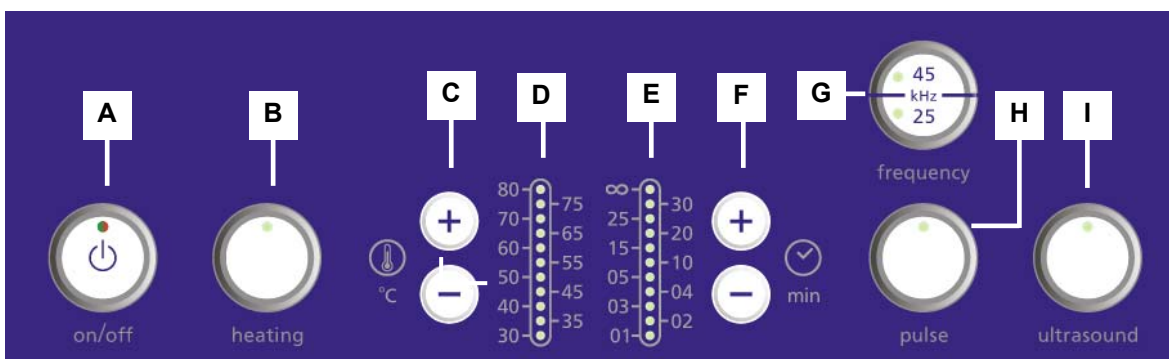

Fig. 4.10 Bedieningspaneel
1. Druk op schakelaar *aan/uit* (Fig. 4.10.A), de groene LED in de drukknop licht op.
2. Druk op schakelaar *verwarming* (Fig. 4.10.B), de groene LED in de drukknop licht op.
3. Stel de gewenste temperatuur in met de +/- drukknoppen (Fig. 4.10.C), de LED met de ingestelde temperatuur licht op. De verwarming is ingeschakeld en de actuele temperatuur wordt weergegeven door een knipperende LED (Fig. 4.10.D).
1. Start het ultrasoon met de drukknop *ultrasoon* (Fig. 4.10.I). De groene LED in drukknop licht op.
2. Stel de gewenste frequentie in op 45 kHz met de *frequentie* drukknop (Fig. 4.10.G). De groene LED in drukknop licht op.
3. Druk op de *pulse* drukknop (Fig. 4.10.H). De groene LED in de drukknop licht op.
De ultrasoon frequentie word ingesteld met de drukknop „*frequentie*“. (Fig. 4.10.G.). Het apparaat is uitgevoerd met de volgende frequenties:
Druk gelijktijdig op *ultrasound* en *pulse* (Fig. 4.10.H). De groene LED in drukknop geeft aan dat de *pulse* functie is geactiveerd. De *pulse* functie kan voor en tijdens bedrijf in en uitgeschakeld worden.